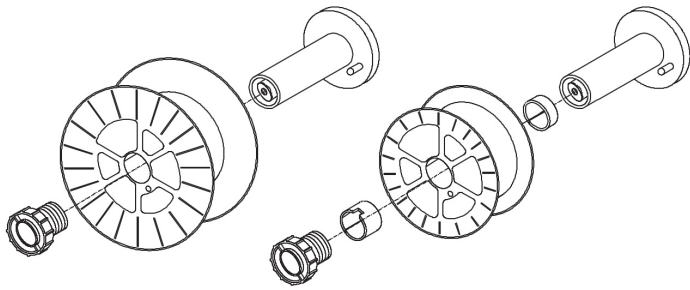

Figura 4
- Togliere l'involucro di plastica dalla bobina e ricollocarla nell'aspo. Riavvitare il volantino introducendo se necessario i distanziali come indicato nella figura 4.